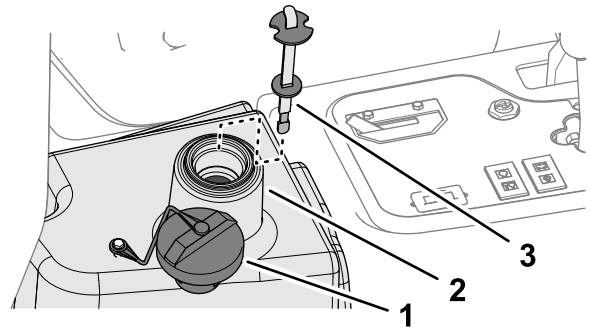

Bild 91
4. Füllen Sie den Behälter (Bild 91) mit ca. 22,7 Liter Hydrauliköl; siehe Hydrauliköl – technische Angaben \(Seite 64\).